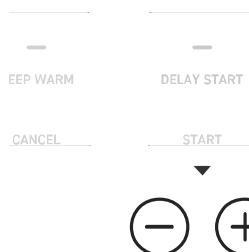

Abbildung 9.1
3. Drücken Sie die Tasten - oder +, um die Startzeitverzögerung von 10 Minuten (00:10) bis 24 Stunden (24:00) einzustellen. [Abbildung 9.1]